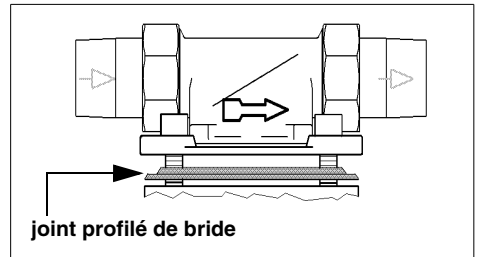

Fig. 4: Bride rotative de montage
**La bride rotative de montage doit être installée dans le sens d'écoulement. Celui-ci est indiqué par une flèche moulée dans le matériau (cf. fig. 4).**
- Vérifier si le profilé du joint à bride profilée est dirigé vers la bride rotative de montage (cf. fig. 4).
Le profilé du joint à bride doit être dirigé vers la bride rotative de montage (cf. fig. 4). Si ceci n'est pas respecté, des fuites d'eau peuvent se produire et provoquer des dégâts d'eau dans la maison et sur les équipements.